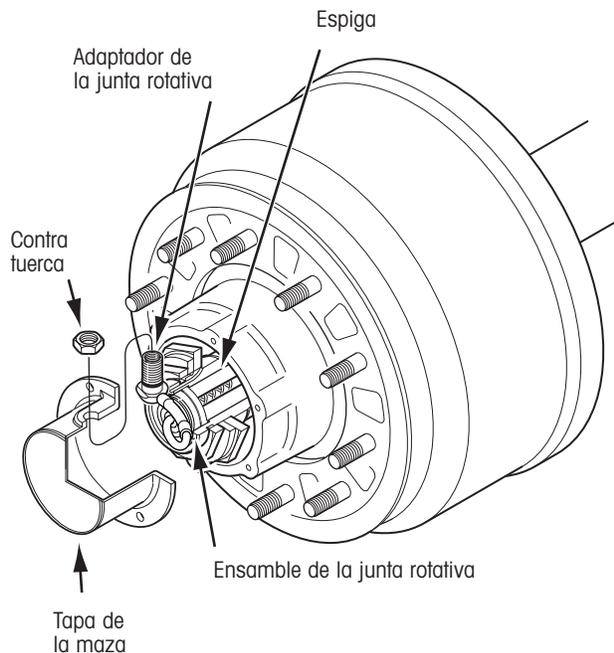

Figura 39. Desensamblaje del adaptador de la junta rotativa
1. Retire la tuerca del adaptador de la junta rotativa y quite la tapa de la maza (figura 39).